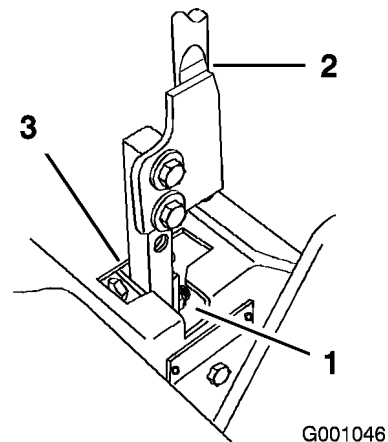

Figura 52
- Mueva la palanca a la posición de punto muerto, pero no bloqueada (Figura 52).
7. Compruebe la posición de la palanca de control con relación a la muesca de la consola (Figura 52). Debe estar centrada para que la palanca pueda girar hacia fuera a la posición de bloqueo/punto muerto.